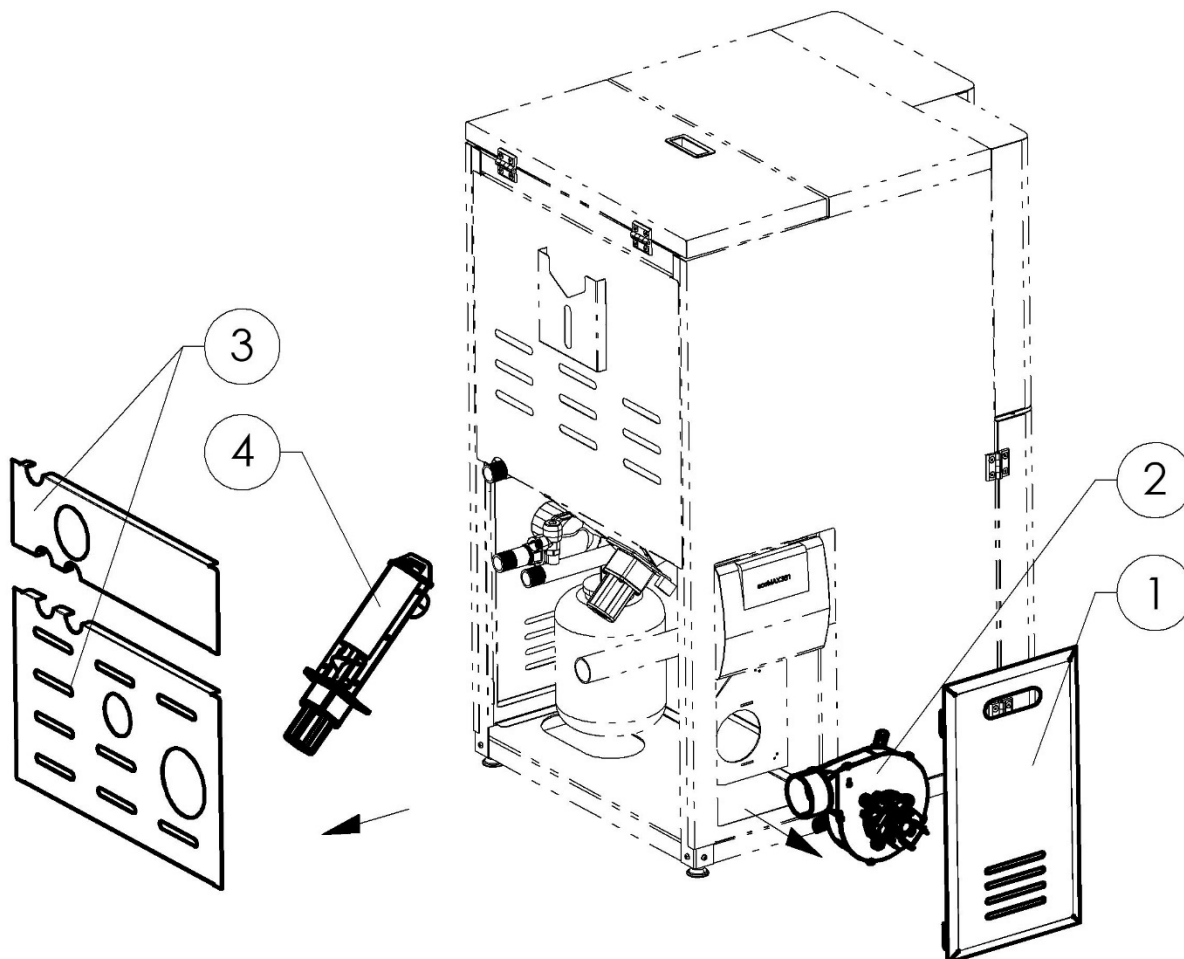

Fig. 8. Schema de curățare a exhaustorului de fum și a șnecului
În afară de focar, curățarea periodică trebuie efectuată și pentru exhaustorul de fum și șnecul cazanului. Pentru aceasta, acestea trebuie demontate conform Fig. 8. Inițial se îndepărtează capacele carcasei (1) și (3), apoi exhaustorul de fum (2) și șnecul (4). După curățarea elementelor principale, asamblarea se realizează în ordine inversă.